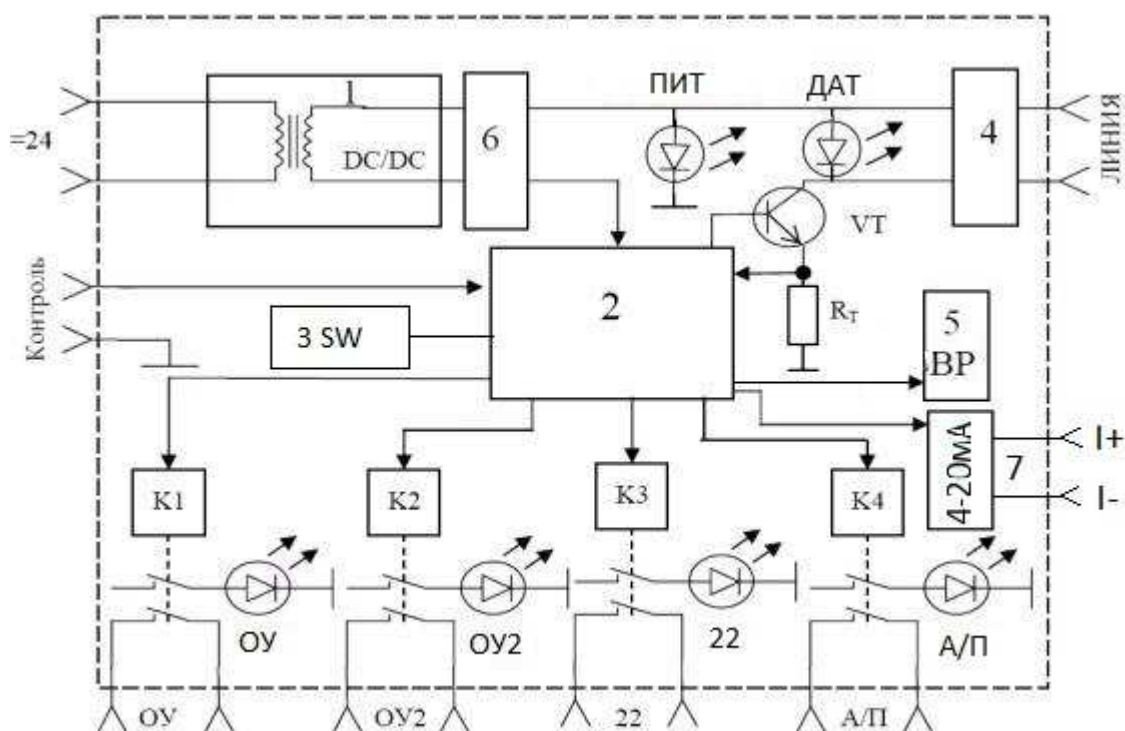

Рисунок 2 – Функциональная схема блока питания и регистрации БПР-2Т.
1.4.8 БПР позволяет реализовать режим «САМОКОНТРОЛЬ» сигнализатора, с целью дистанционного контроля работоспособности датчика. Для проведения режима «САМОКОНТРОЛЬ» по линии телемеханики подается управляющий сигнал типа «сухой контакт» на вход «КОНТРОЛЬ» блока БПР. Микроконтроллер 2 платы БПР (рисунок 2) снимает напряжение питания с линии датчика. Через 5 секунд питание восстанавливается и происходит инициализация режима «САМОКОНТРОЛЬ». В зависимости от настроек блока питания, на время 20 секунд выдается сигнал в АСУ ТП и включается индикатор «ОУ2», или одновременно «ОУ2» и «ОУ». Затем сигналы «ОУ2» и «ОУ» снимаются, индикаторы «ОУ2» и «ОУ» гаснут и сигнализатор готов к работе.